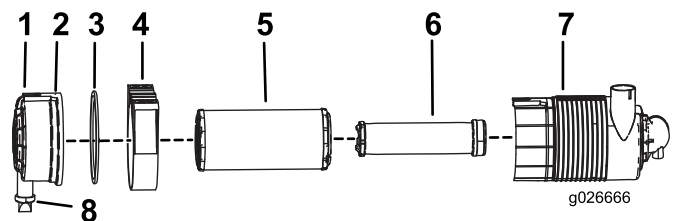

Figure 27
3. Ouvrez les dispositifs de verrouillage du filtre à air et détachez le boîtier du corps du filtre (Figure 27).
1. Sortez le préfiltre du boîtier du filtre avec précaution (Figure 27).